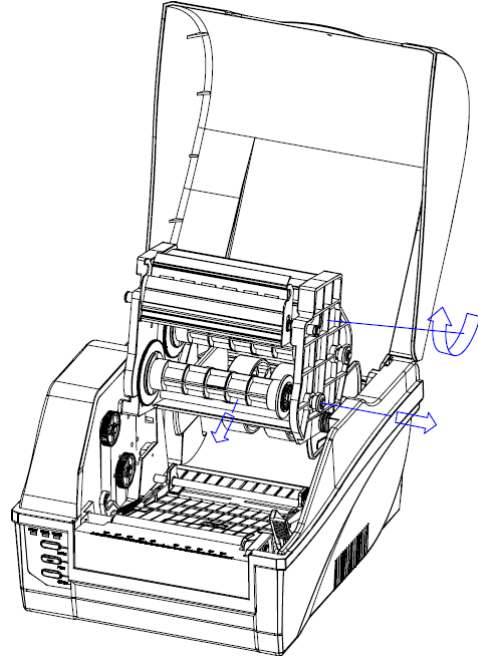

Рис.5.2.
3. Поднимите модуль печатающей головки, чтобы иметь доступ к валу риббона (Рис.5.2).